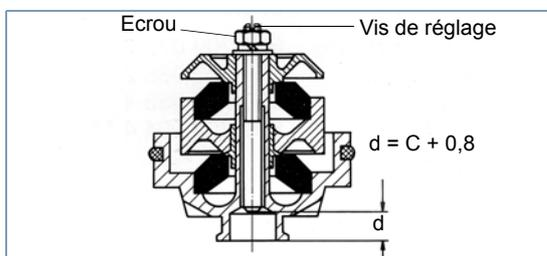

Fig. 5 Dimension d (Appareil avec deux ressorts caoutchouc)
- Bloquez la vis de réglage en serrant l'écrou (voir fig. 5).
i Le même réglage est à effectuer aussi pour les appareils à longue course (deux ressorts caoutchouc) voir fig. 5.